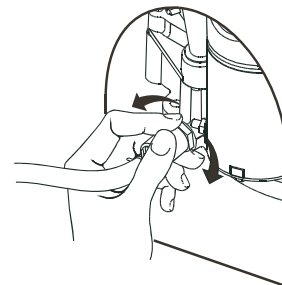

Figure 15 — Raccord de vidange d'huile
2. Enfoncez et tournez le raccord de vidange d'huile d'un quart de tour dans le sens antihoraire. Tirez lentement le raccord vers l'extérieur jusqu'à ce que l'huile commence à s'écouler (Figure 15). **NE retirez PAS** le raccord de vidange d'huile..